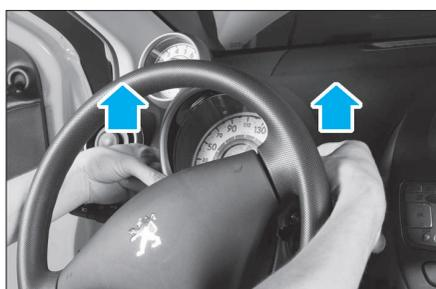

FIG. 37
- Décliper vers le haut, l'entourage du combiné d'instrument (2) (Fig.37).